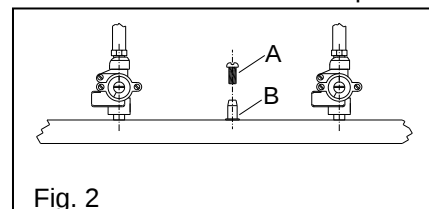

Fig. 2
4.1 Contrôle de la pression d'alimentation (Fig. 2)